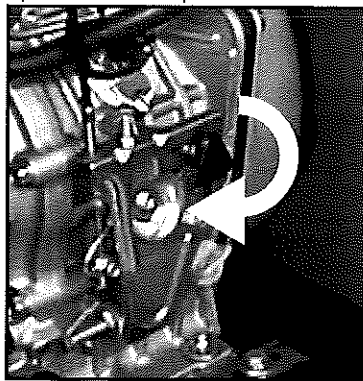

Fig.4
- 1) Posizionare il comando acceleratore, posto sul motore (vedi fig.4), in basso (massimo numero di giri)